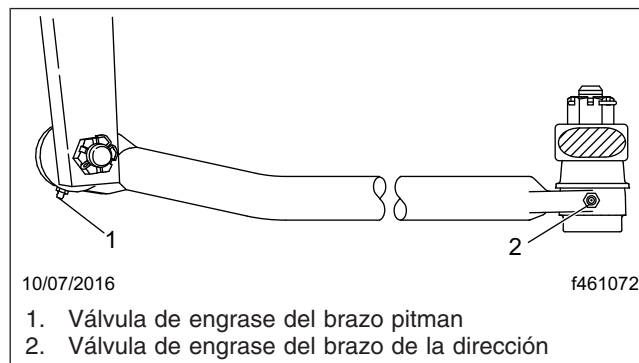

Figura 3, Eslabón de arrastre
2. Con un trapo limpio, quite toda la suciedad de las válvulas de engrase del eslabón de arrastre. Vea la **Figura 3**.